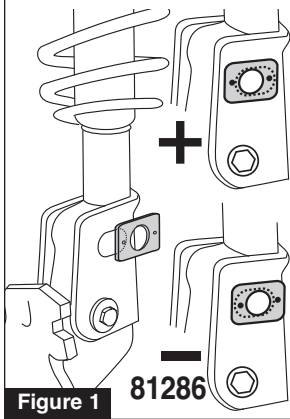

Figure 1
4. When installing **81280 on a strut with elongated upper or lower holes** use the 81286 adapter plate included in the kit. Check for proper fit of the adapter plate to the strut flange. Plate should sit flush against the strut and dimples should mount inside strut slot. Due to variations among strut manufacturers, slight modifications to the strut and/or plate may be necessary. Hold the adapter plate in place against the strut as shown in **Figure 1**. Using dimples on plate #81286 as a guide, mark where dimples will contact strut. Using a hammer and center punch make a small indentation where dimples will sit against strut. This will allow plate to lock against strut when EZ Cam is tightened.
4. Pour installer le composant **81280 sur une jambe de suspension avec des trous supérieurs ou inférieurs allongés**, utilisez la plaque d'adaptation 81286 comprise dans la trousse. Vérifiez l'ajustement adéquat de la plaque d'adaptation de la bride de la jambe de suspension. La plaque doit être placée à niveau contre la jambe de suspension et les creux doivent être montés à l'intérieur de la fente de la jambe de suspension. En raison de variations d'un fabricant de jantes de suspension à l'autre, de légères modifications à la jambe de suspension ou à la plaque peuvent s'avérer nécessaires. Tenez la plaque d'adaptation en place contre la jambe de suspension comme indiqué à la **Figure 1**. Utilisez les creux sur la plaque no 81286 comme guide et marquez où les creux seront en contact avec la jambe de suspension. Au moyen d'un marteau et d'un pointeau, faites une petite indentation à l'endroit où les creux seront placés contre la jambe de suspension. Cela permettra à la plaque de se caler fermement contre la jambe de suspension lors du serrage de l'EZ Cam.
5. Alignez la petite languette avec la came sur le boulon. **Installez le boulon avec la grande languette en direction de la roue pour un carrossage positif; ou faisant dos à la roue pour un carrossage négatif (Figure 1, 2)**. Installez le boulon EZ Cam dans le trou de la jambe de suspension en vous assurant que la petite languette sur la rondelle soit dans le trou et que la rondelle soit à niveau par rapport à la jambe de suspension. Ajoutez le contre-écrou; ajustez, mais ne serrez pas.